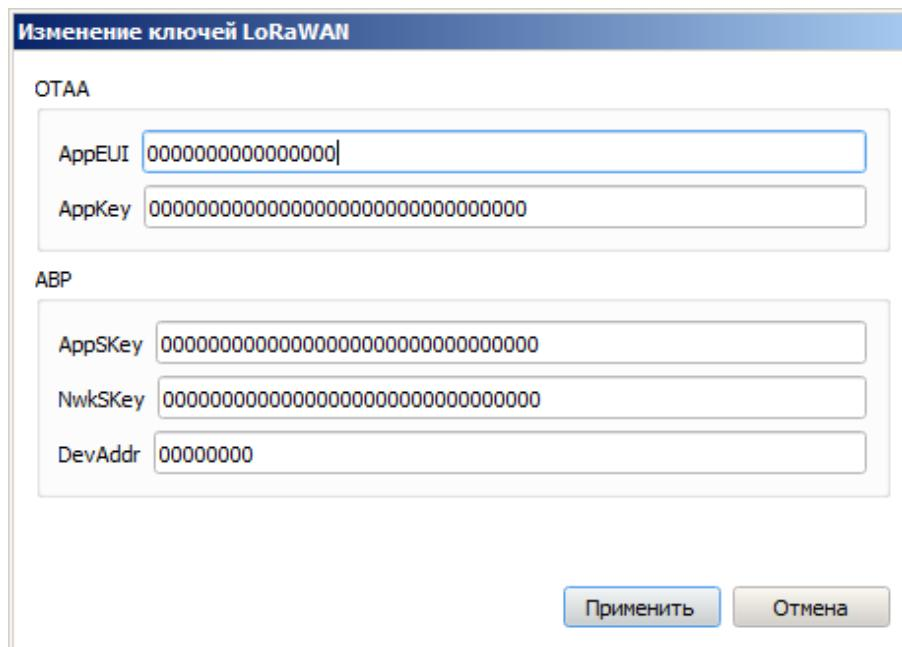

Рисунок 12 — Окно «Изменить ключи» в поле «Управление ключами»
3.4.2.3 «Управление ключами» (не отображается в режиме работы «Простой») – позволяет изменить заводские ключи для регистрации счетчика в сети (рис. 12), а также сбросить ключи обратно к заводским настройкам.